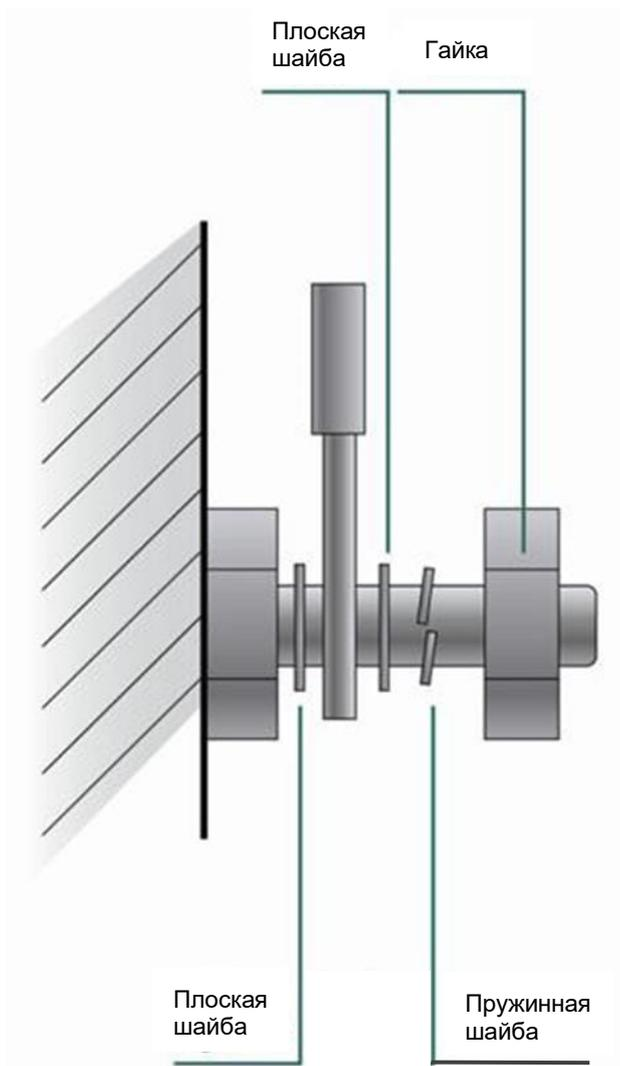

Рисунок 12. Затягивание кабельного контакта
- Когда используете винтовую резьбу для фиксации кабельных контактов, болты или винты должны быть надежно затянуты и должны быть приняты меры против ослабления соединения, как показано на Рисунок 12.